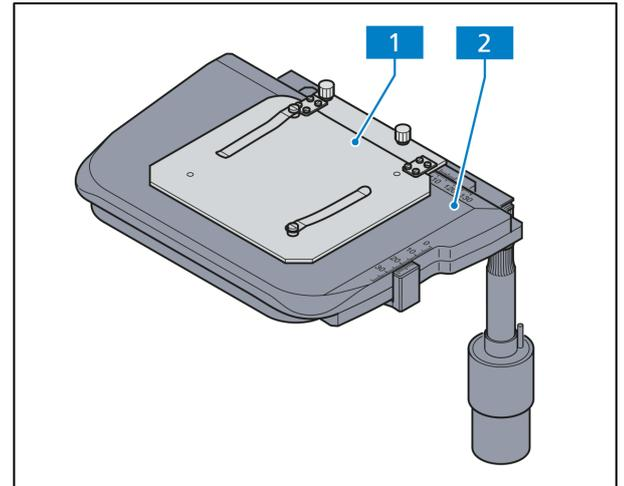

Abb. 2-14 Kreuztisch Auflicht 75x30 R mit Objekthalterplatte
- Kreuztisch (Abb. 2-14/2) zur Aufnahme und Positionierung von Präparaten mit Objekthalterplatte (Abb. 2-14/1) mittels Federklemmen.